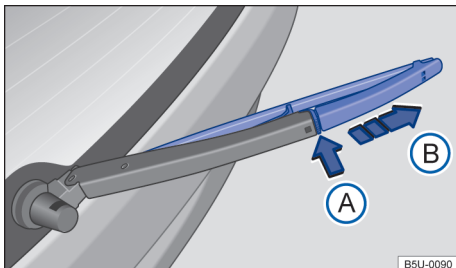

Fig. 164 Sustituir la escobilla del limpiaventana.
- Mantener presionada la tecla de desbloqueo → fig. 164 (A).
- Retirar la escobilla del limpiaventana en el sentido de la flecha (B).